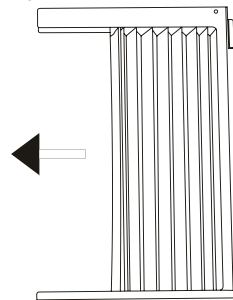

Fig.1
A. Ponga la unidad en el suelo, un banco o una mesa. Sujete el panel de acordeón en una mano y suavemente tire hacia atrás el centro para sacarla fuera. Consulte Fig.1.